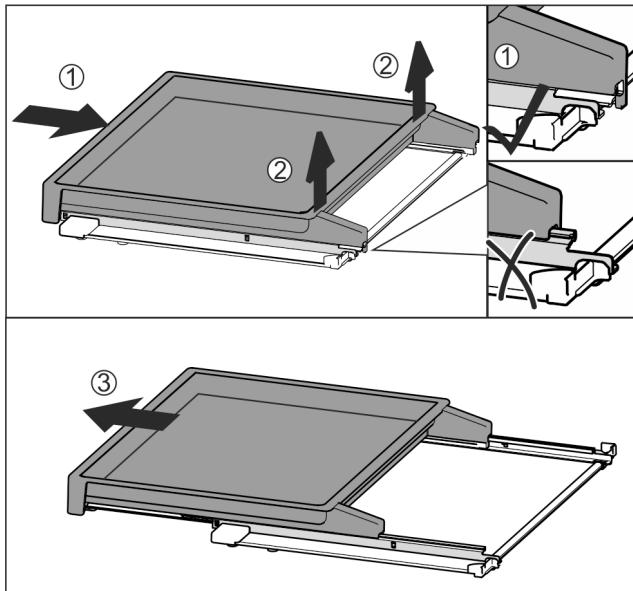

Fig. 40
- Úplne zasuňte vyťahovaciu poličku Fig. 40 (1).
- Uvoľnite západku na zadnej strane Fig. 40 (2).
- Vyberte vyťahovaciu poličku smerom dopredu Fig. 40 (3).